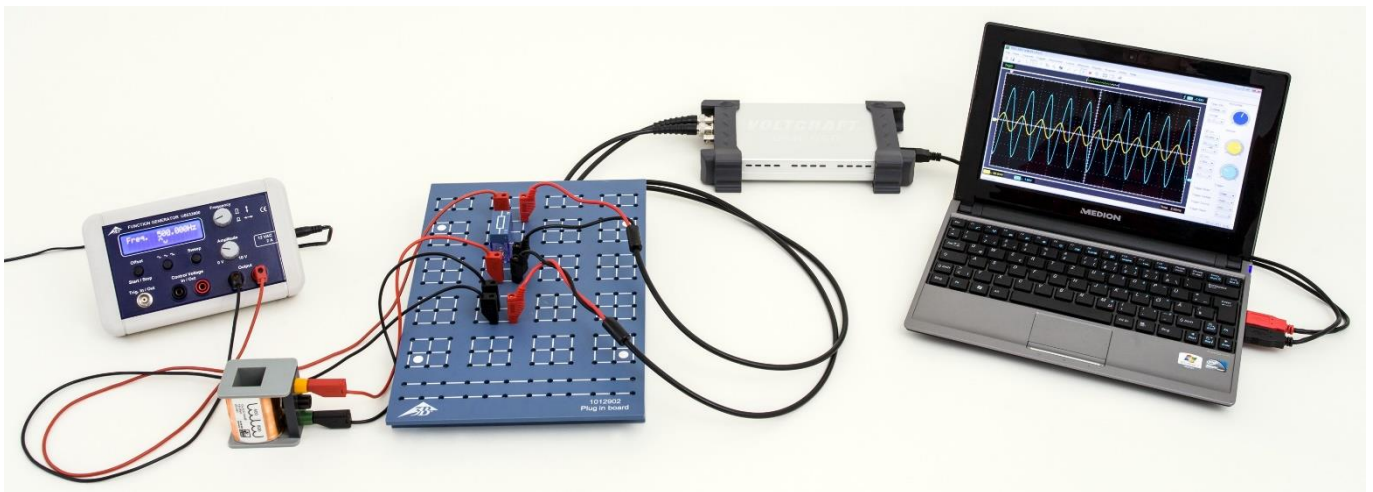

Fig. 1: Disposição de medição
- Montar a disposição de medição (Fig. 1) conforme diagrama de ligações (Fig. 2) com a resistência $R=10\ \Omega$ e uma bobina com 1200 espiras ($L = 23\ \text{mH}$, $R_L = 19\ \Omega$).